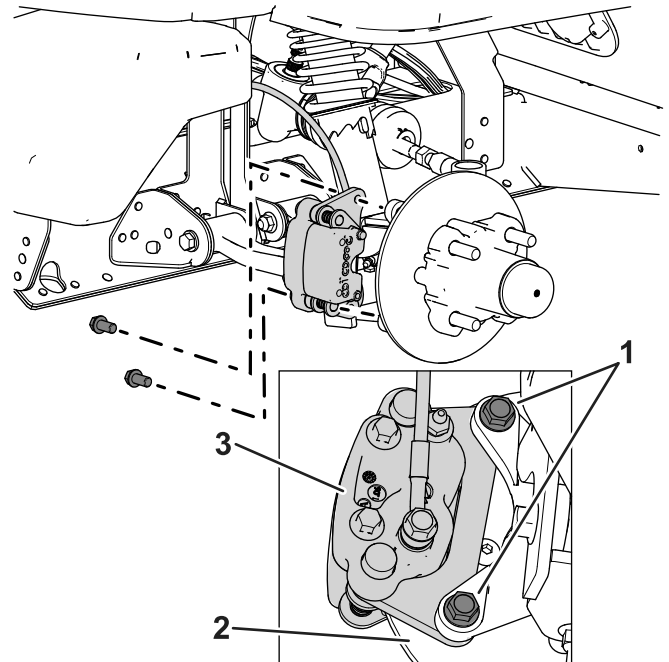
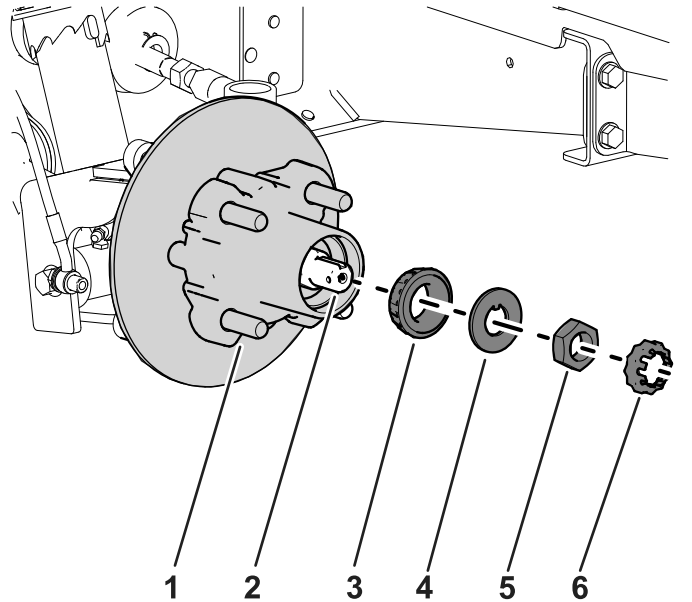

Figure 35
Figure 39
3. Retirez les boulons à embase ( $\frac{3}{8} \times \frac{3}{4}$  po) qui fixent le support du frein à la fusée et séparez le frein de la fusée (Figure 35).
1. Appliquez une fine couche de la graisse spécifiée sur la fusée (Figure 39).
2. Montez le moyeu et le disque sur la fusée, en plaçant le disque à l'intérieur (Figure 39).
3. Montez le roulement extérieur sur la fusée et poussez-le contre la bague extérieure (Figure 39).
4. Placez la rondelle à languette sur la fusée (Figure 39).
5. Vissez l'écrou de fusée sur la fusée et serrez-le à 15 N·m (11 pi-lb) tout en tournant le moyeu pour asseoir le roulement (Figure 39).
- Placez les plaquettes de frein de chaque côté du disque (Figure 35), puis alignez les trous du support d'étrier et les trous du support de frein sur le porte-fusée (Figure 39).
- Fixez le support d'étrier au porte-fusée (Figure 35) à l'aide des 2 boulons à embase ( $\frac{3}{8} \times \frac{3}{4}$  po). Serrez les 2 boulons à embase à un couple de 47 à 54 N·m (35 à 40 pi-lb).